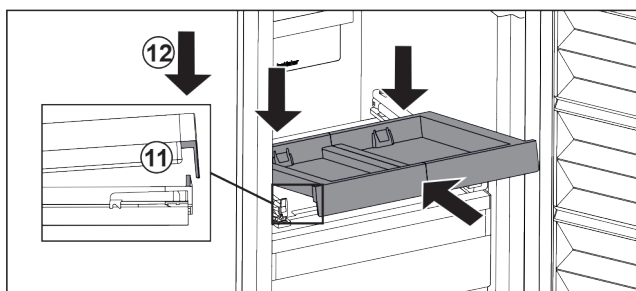

Fig. 84
- ▶ Introducir en posición inclinada. Asegurarse de que a ambos lados, el tope quede detrás de la lengüeta. *Fig. 84 (11)*
- ▶ Depositar el estante extraíble por delante. *Fig. 84 (12)*